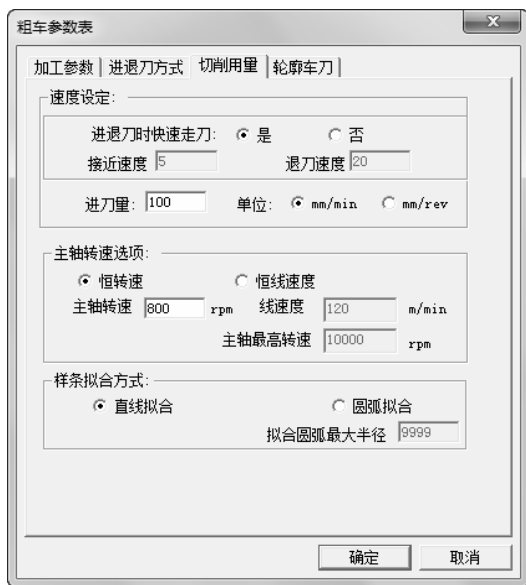

图 6-129 粗车外圆切削用量参数设定
3) 单击“切削用量”选项卡，如图 6-129 所示。设置切削用量具体参